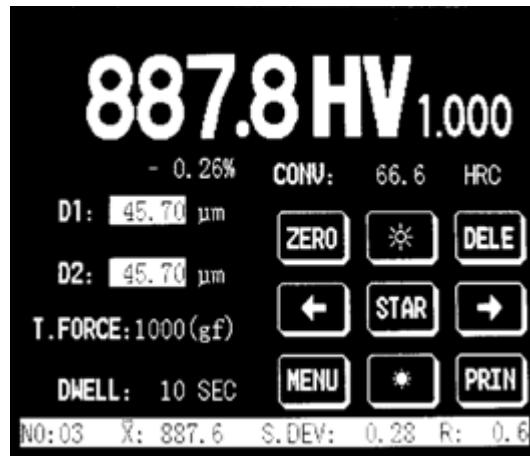

Abbildung 5-5 Prüfvorgang abgeschlossen
6. Nach dem die Prüfung abgeschlossen ist, zeigt das System Folgendes auf dem Display an (Siehe Abbildung 5-5) und das 40x-Objektiv kehrt zurück in die Arbeitsposition. Messen Sie die Diagonalenlänge und geben Sie diesen Wert ein. Drücken Sie **<OK>** und kehren Sie zum Hauptmenü zurück. Der Hauptbildschirm